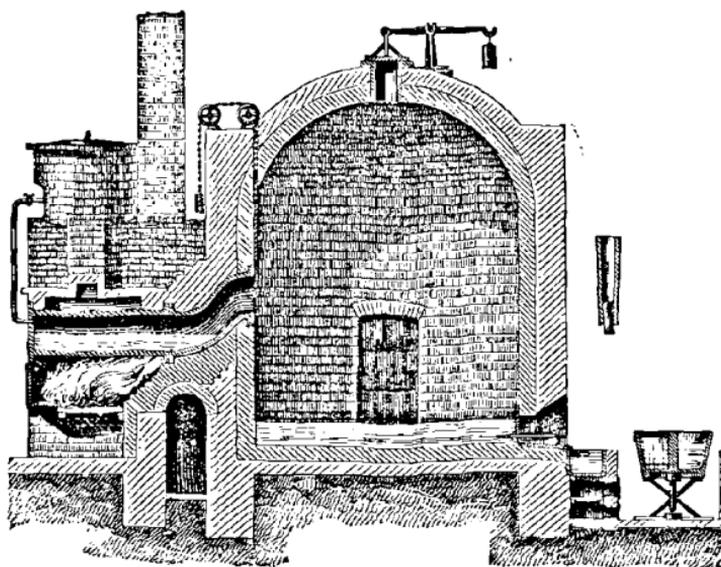

FIG. 75. — Raffinage du soufre.
*en canons*. Le raffinage se fait en chauffant le soufre à une température suffisamment élevée pour qu'il se vaporise; les vapeurs se séparent des matières terreuses et vont se condenser dans de vastes chambres en maçonnerie. L'appareil employé est représenté par la figure 75.